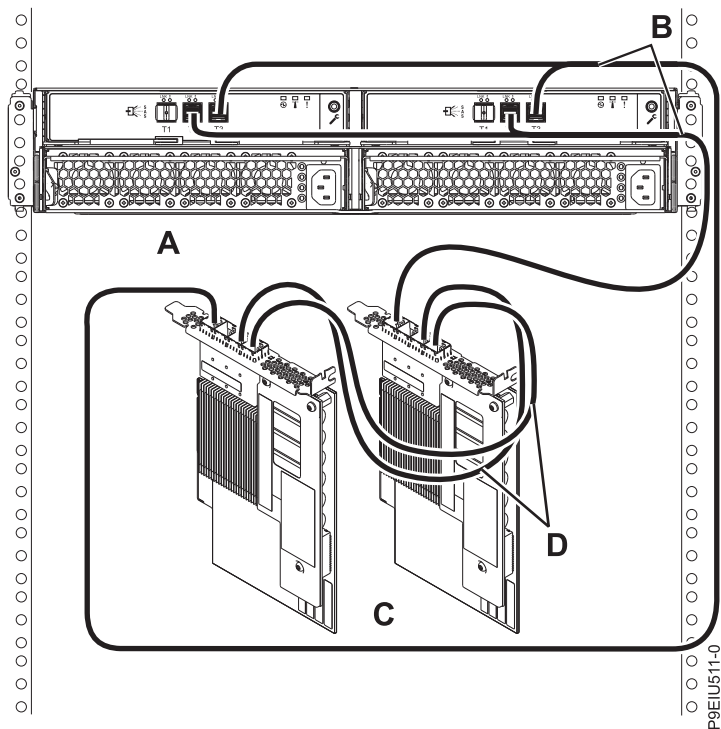

Рисунок 15. Подключение Блок памяти ESLL или ESLS с помощью кабеля YO12 к паре адаптеров SAS FC EJ0L или FC EJ14, соединенных кабелями AA, в режиме 1
15. Подключите один корпус (А) с помощью кабелей YO12 (В) к паре адаптеров SAS FC EJ0L или FC EJ14 (С), соединенных кабелями AA (D), в режиме 1 (см. рис. 15 на стр. 16) и перейдите к разделу “Подключение кабелей данных, кабелей питания и установка крышек” на стр. 24.